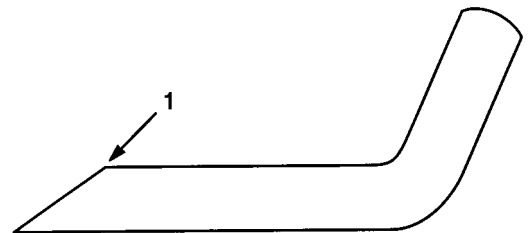

Fig. 14
3. Controllare il tagliente di ogni lama ed affilarlo se è smussato o scheggiato. Affilare soltanto la parte superiore del tagliente, e mantenere l'angolo di taglio originale per garantire l'affilatezza (Fig. 14). La lama rimane equilibrata se viene tolto lo stesso quantitativo di metallo da entrambi i taglienti.